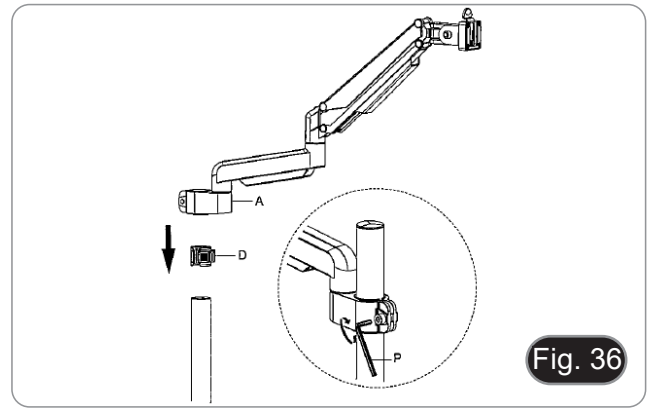

Fig. 36
6. Setzen Sie den Fallschutzring (D) in die Stütze ein.
7. Setzen Sie den flexiblen Arm (A) ein und ziehen Sie die Befestigungsschraube an. (Fig. 36)